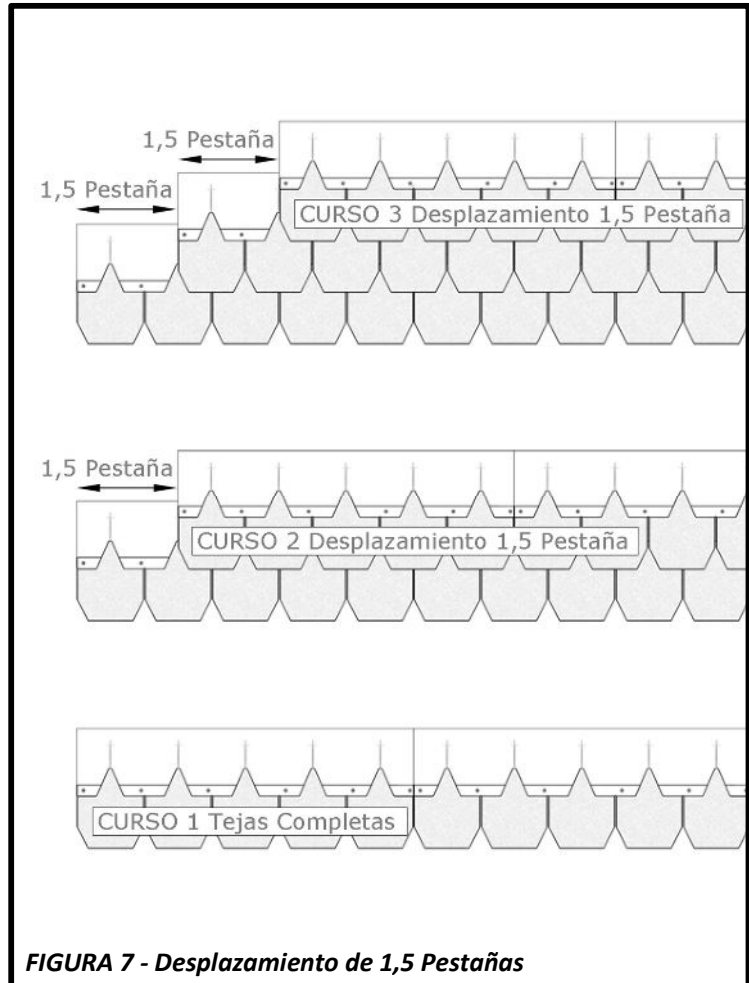

FIGURA 7 - Desplazamiento de 1,5 Pestañas
- El desplazamiento entre hileras de las tejas Designer Slate: Serie Estate debe ser de 1,5 pestañas. Vea la **Figura 7**.